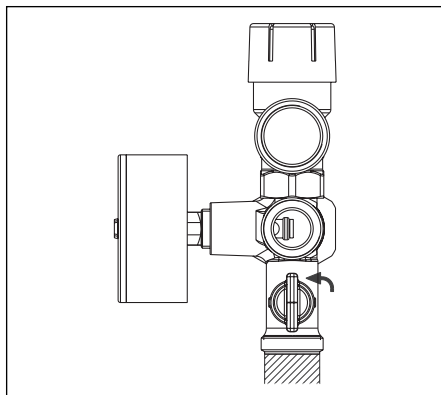

Fig. 6.17 Robinet de vidange à tournant sphérique du groupe de sécurité
4. Ouvrir le robinet à tournant sphérique du groupe de sécurité en le tournant de 90° vers la gauche (position verticale, fig. 6.17).